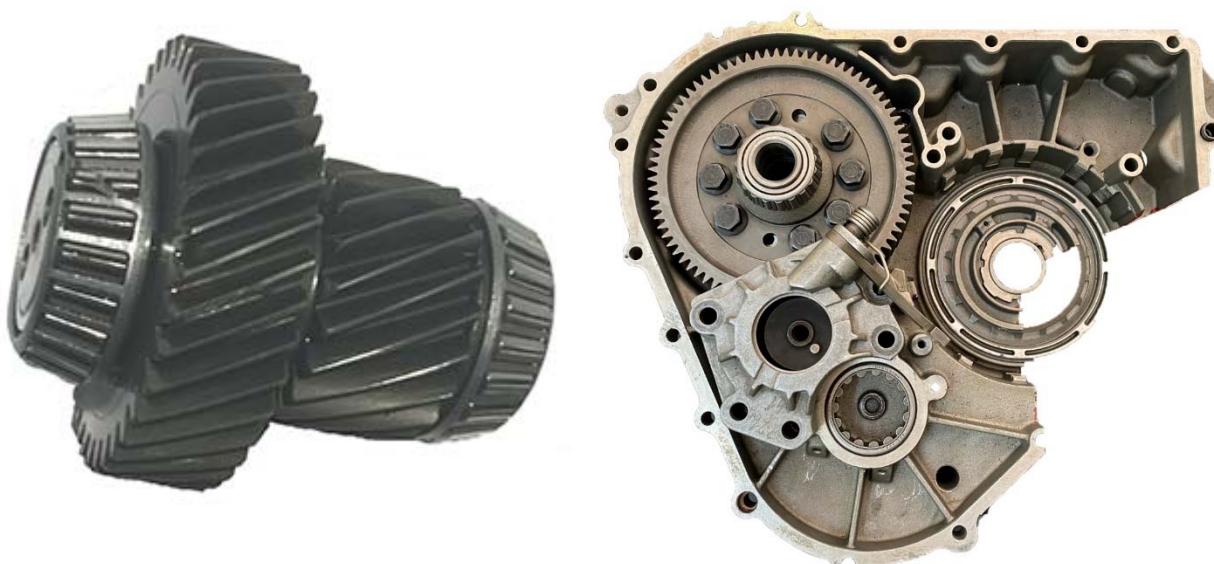

Рисунок 90 – установка промежуточного вала в крышку картера.
- установить промежуточный вал в крышку картера (рисунок 90);